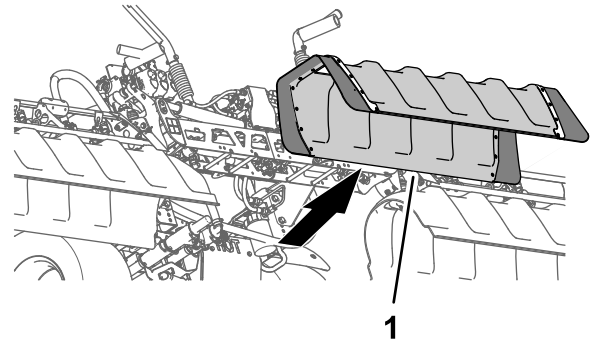

Figura 28
2. Remova a cobertura da secção central da máquina (Figura 28).